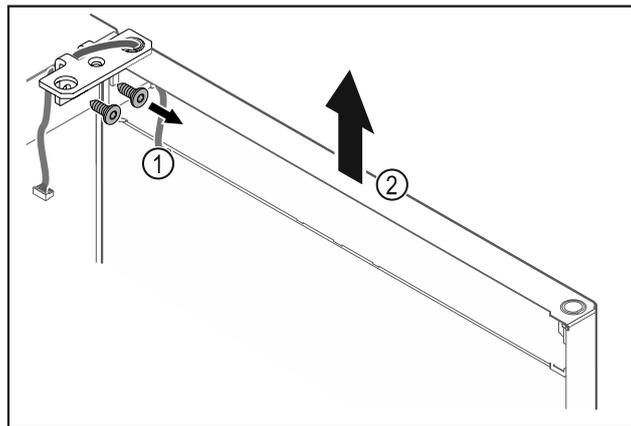

Fig. 18
- ▶ Отвинтите шарнирные уголки Fig. 18 (1).
- ▶ Дверь вместе с шарнирными уголками поднимите строго вертикально вверх Fig. 18 (2) приблизительно на 200 мм и снимите.